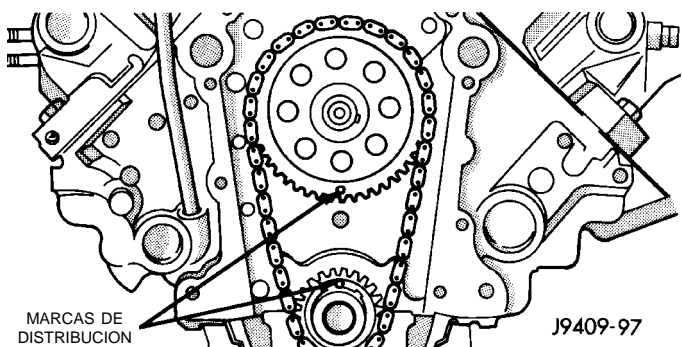

Fig. 30 Alineación de las marcas de distribución
(4) Instale la placa de empuje del árbol de levas y la lengüeta de aceite de la cadena. **Asegúrese de que la rabera se introduzca en el orificio inferior derecho en la placa de empuje.** Apriete los pernos con una torsión de 24 N·m (210 lbs. pulg.). El borde superior de la lengüeta debe estar bien pegado contra la placa de empuje para recibir el aceite necesario para la lubricación de la cadena.
(5) Coloque la rueda dentada del árbol de levas y la del cigüeñal en el banco, situando las marcas de distribución en una línea central imaginaria exacta a través de los huecos del árbol de levas y del cigüeñal.
(6) Coloque la cadena de distribución alrededor de ambas ruedas dentadas.
(7) Haga girar el cigüeñal y el árbol de levas para alinearlos con la ranura de chaveta en la rueda dentada de cada uno ellos.
(8) Levante las ruedas dentadas y la cadena (mantenga las ruedas dentadas contra la cadena en posición tal como se describe).
(9) Deslice uniformemente ambas ruedas dentadas sobre sus respectivos ejes y utilice un escantillón para verificar la alineación de las marcas de distribución (Fig. 30).